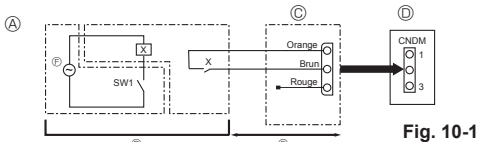

Fig. 10-1
10.1. Mode à faible bruit (modification sur site) (Fig. 10-1)